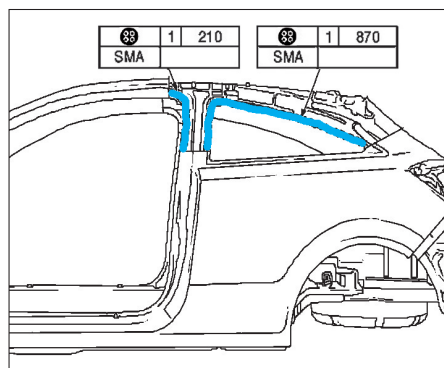

FIG. 143
- Encoller le renfort de panneau latéral (fig. 143).